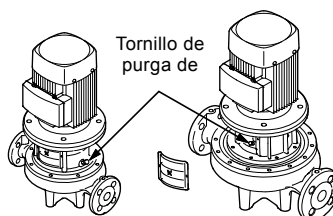

Fig. 15 Posición del tornillo de purga de aire
1. Cierre la válvula de corte del lado de descarga y afloje el tornillo de purga de aire de la bancada del motor. Consulte la fig. 15.
2. Afloje el tornillo de purga de aire. Consulte la fig. 15.
- 3. Purgue la bomba durante el arranque aflojando el tornillo de purga de aire de la bancada del motor hasta que salga un caudal uniforme de líquido por el orificio de purga. Consulte la fig. 15.